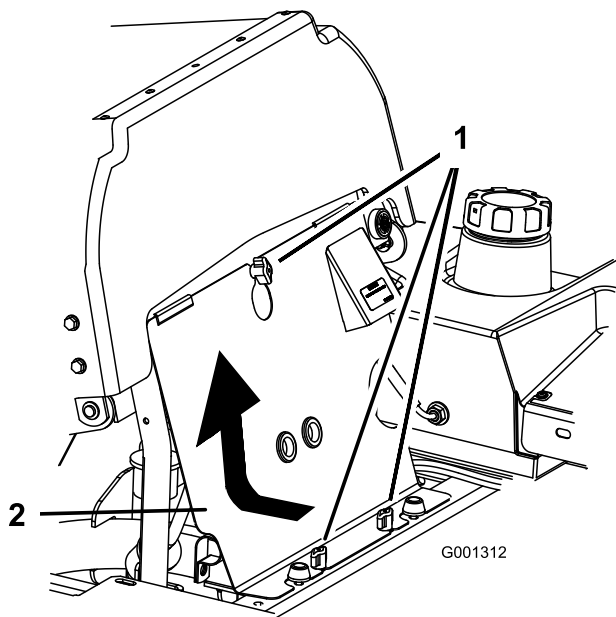

Figura 63
1. Inclinate il sedile in avanti e toglie il pannello anteriore del motore (Figura 63).